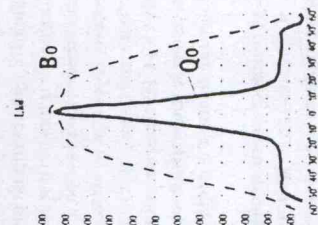

Рис.2
2.1. Распределение силы света прожектора показано на рис.2.